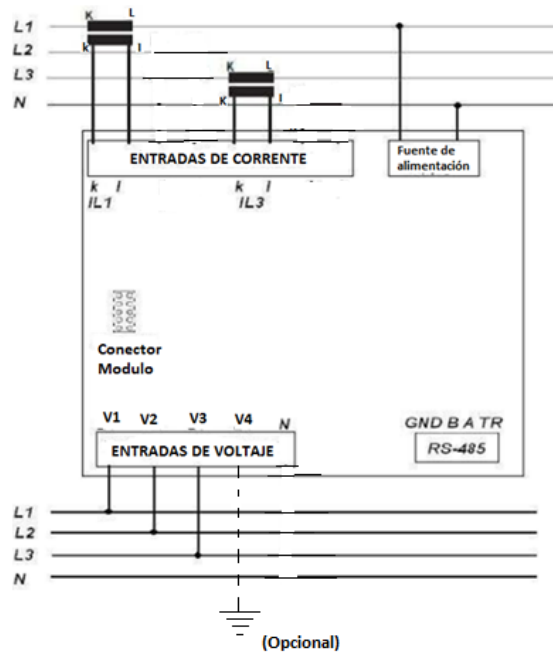

Figura 4. Conexión Aron sin conexión a neutro.
- En el diagrama de la figura 4 se realizan tres conexiones de tensión y dos de corriente.